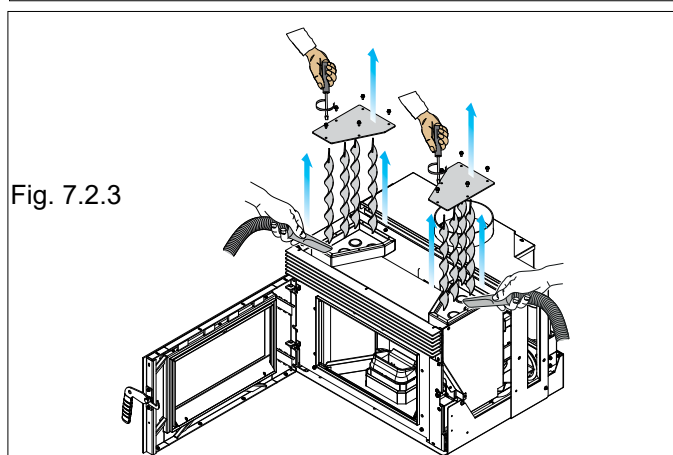

Fig. 7.2.3
- C) Rimuovere i tappi caldaia superiori ed aspirare la cenere residua (Fig. 7.2.3).